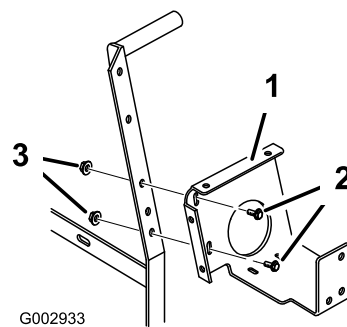
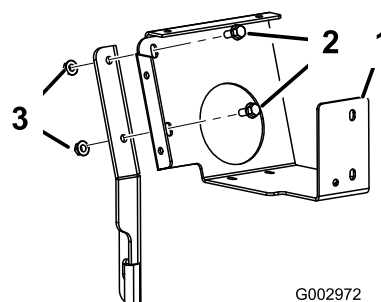

Figura 26
Figura 27
1. Instale o suporte de montagem da caixa de controlo na estrutura de suporte da rampa, ou no suporte de apoio da caixa de controlo, conforme adequado (Figura 26 ou Figura 27) recorrendo a 2 pernos com cabeça de flange (5/16 x 3/4 polegada) e a 2 porcas flangeadas (5/16 polegada).